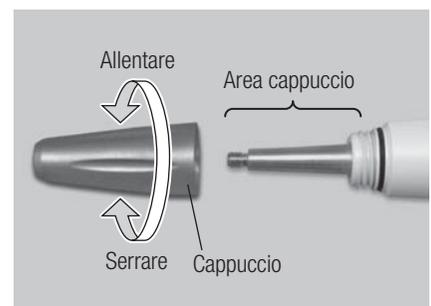

Fig. 26
- 2) Rimuovere qualsiasi sostanza contaminante dall'interno dell'area del cappuccio usando una spazzola morbida (non usare una spazzola di metallo). Pulire con un panno imbevuto di alcool. (Fig. 26)